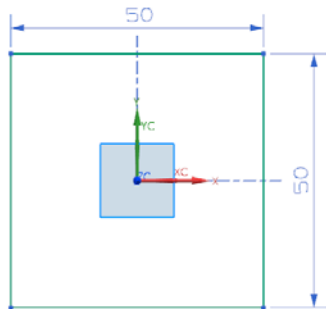

图 8-12 非钣金零件体草图
单击“主页”选项卡“直接草图”面组上的“草图”按钮，选择 XC-YC 平面为草图绘制面，绘制非钣金零件体草图，如图 8-12 所示。单击“完成”图标，草图绘制完毕。
(1) 选择“菜单(M)”→“插入(S)”→“切割(T)”→“拉伸(E)”，或者单击“主页”选项卡“特征”面组上“更多”库下的“拉伸”按钮，打开如图 8-13 所示的“拉伸”对话框。选择如图 8-12 所示的非钣金零件体草图，拉伸高度设为 50。